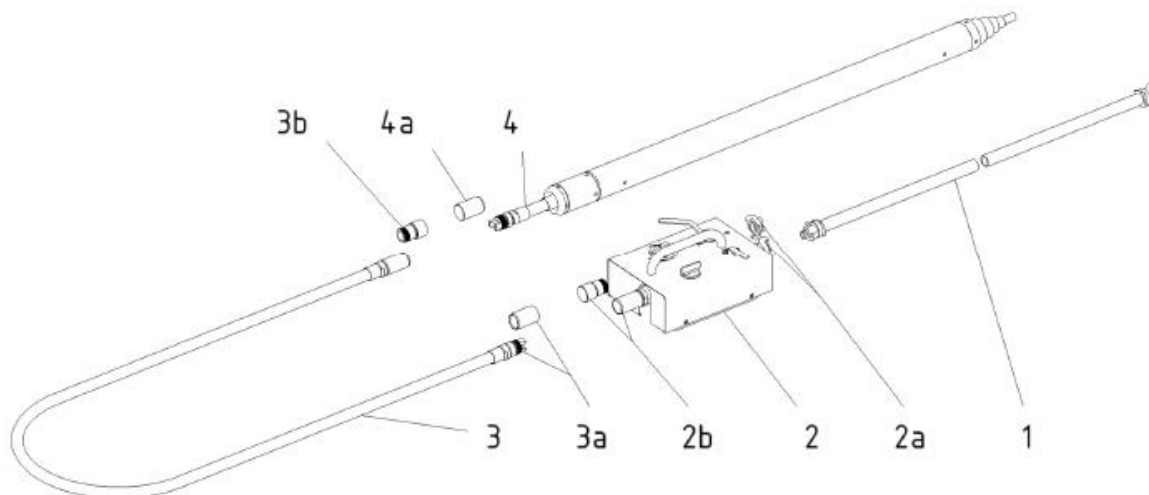

Figura 9.3.1.
Pentru a conecta furtunul de aer (Figura 9.3.1.), procedați după cum urmează:
- a) Conectati furtunul de aer (consultati figura 9.3.1 - Conectarea Furtunului de Aer).
- c) Parghia de sens (directie) de pe lubrifiant trebuie sa fie in pozitia Inainte (F).
- d) Printr-o miscare rapida, deschideti supapa alimentarii cu aer (2) de la lubrifiant in pozitia maxima, pentru a pune in functiune racheta MAX la putere maxima.